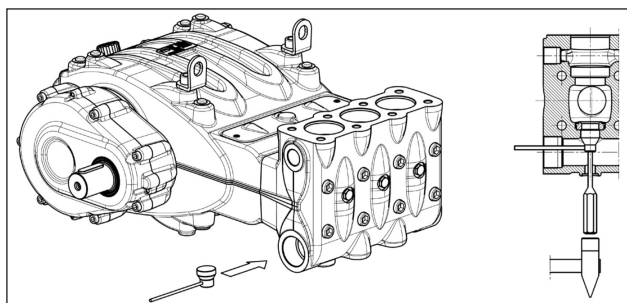

Fig. 102
**En caso de dificultad para extraer el grupo de la válvula de aspiración (por ejemplo, si se han formado depósitos debidos a largos periodos de inactividad de la bomba) utilizar el extractor cód. 27516200, (pos. ①, Fig. 102) y actuar como se indica a continuación.**